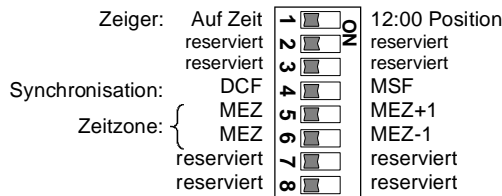

Fig. 5
- DIP-Schalter 1 auf **ON** setzen (12:00 Position, Fig. 5)